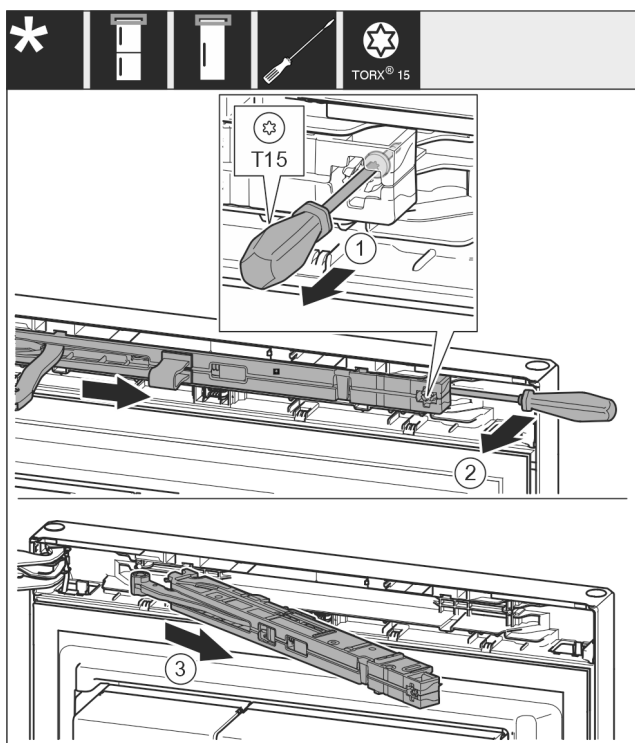

Fig. 12
- Desfaceți șurubul Fig. 12 (1) aprox. 14 mm de la unitatea amortizorului de închidere cu șurubelnița.
- Desprindeți cu o pârghie unitatea amortizorului de închidere Fig. 12 (2) de pe partea mânerului cu șurubelnița spre înainte.
- Extrageți unitatea amortizorului de închidere Fig. 12 (3).